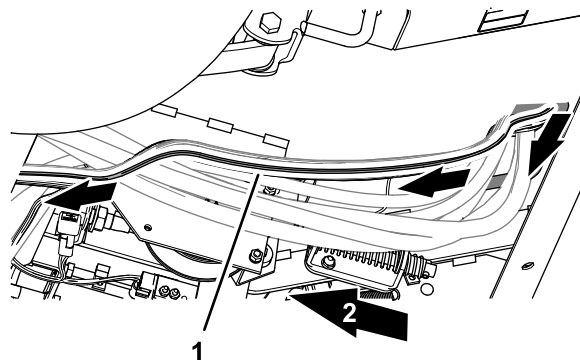

Рисунок 173
3. В нижней части машины проложите жгут проводов шины ISO-CAN вдоль жгута проводов машины (Рисунок 173).